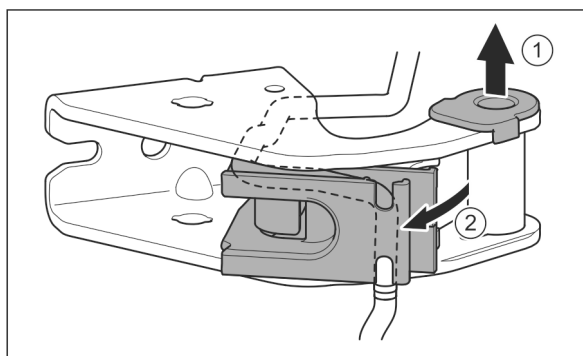

Fig. 24
- ▶ Τραβήξτε το κουζινέτο από τον οδηγό. Fig. 24 (1)
- ▶ Ανοίξτε το στήριγμα καλωδίων. Fig. 24 (2)